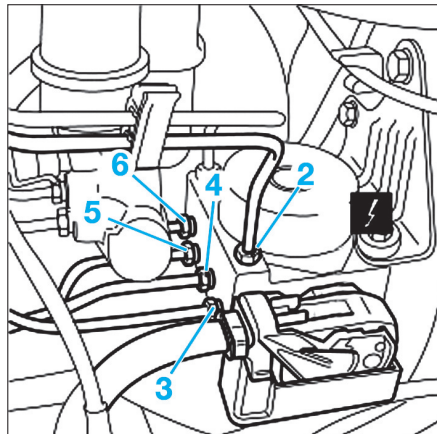

Fig. 29
- Dévisser les raccords (2), (3), (4), (5) et (6) et débrancher les tuyaux rigides du circuit hydraulique des freins, côté centrale (Fig.29).